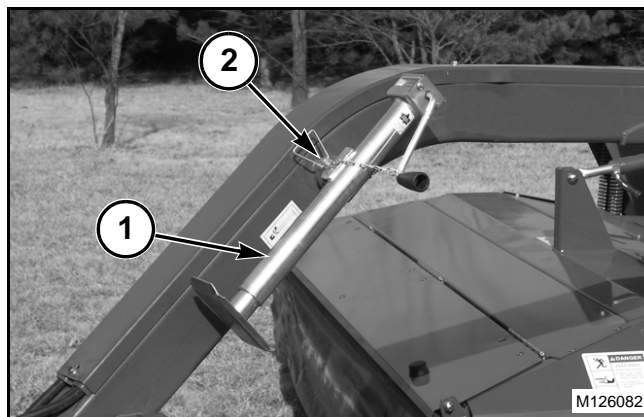

FIG. 34
FIG. 34: Opere la manivela del gato para eliminar el peso del gato (1). Tire del pasador de retención del gato (2) y quite el gato del enganche. Coloque el gato en la posición de almacenamiento. Envuelva la cadena del pasador alrededor de la manivela para mantenerla en posición.